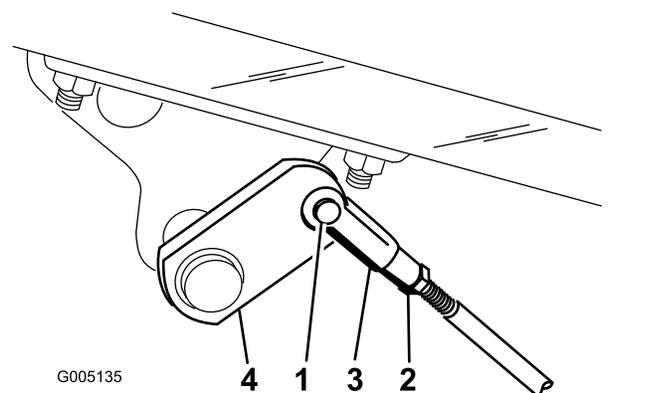

Figura 50
- A. Scollegate le aste dei freni rimuovendo la coppia e il perno del cavallotto (Figura 50).
- B. Allentate il controdado e regolate il cavallotto come opportuno (Figura 50).
- C. Montate il cavallotto sull'albero del freno (Figura 50).